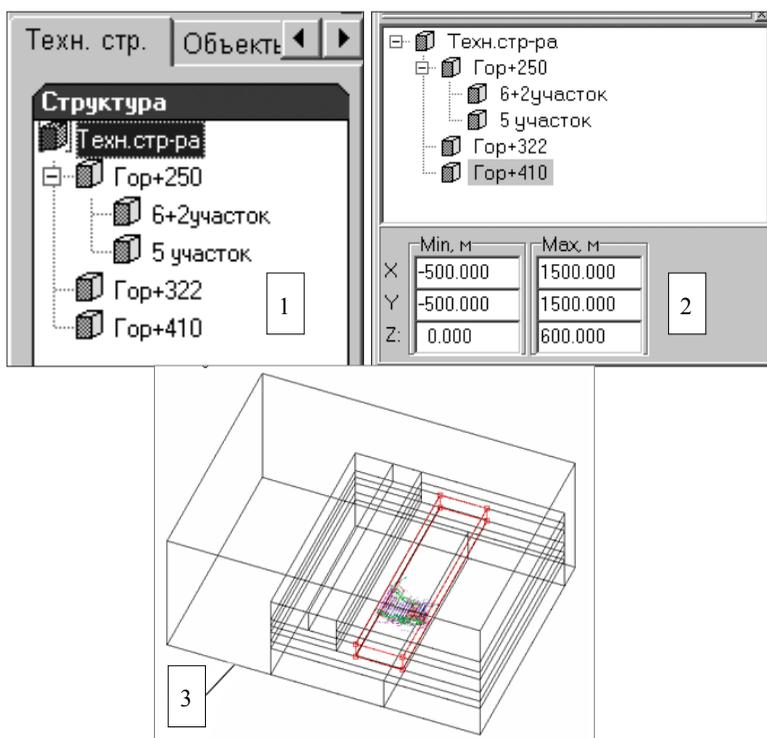

Рис. 10.1 Технологическая структура
Технологическая структура – форма разбиения области моделирования на отдельные подобласти (элементы), вложенные друг в друга. Все элементы технологической структуры представляют собой 3-мерные объекты в форме прямоугольных параллелепипедов (рис. 10.1). Технологическая структура имеет форму «дерева», где самым верхним элементом является **Область моделирования**. Все прочие элементы являются вложенными с иерархической структурой подчинения.
Вызов команды **Технологическая структура** сопровождается появлением в области **Менеджера объектов** «дерева» технологической структуры и в основном окне (рис. 10.1) – прямоугольных областей, связанных с соответствующим элементом структуры. Текущий элемент структуры выделяется цветом. Выбор текущего элемента осуществляется с использованием «дерева». Управление «деревом» осуществляется стандартным для Windows способом (курсор, ЛКМ, клавиши клавиатуры ←, →, ↑, ↓).
При выборе элемента **Технологической структуры** (рис. 10.1 (1)) из БД загружаются только те модели объектов, которые с ним связаны. По умолчанию связанными с элементом объектами являются те, которые хотя бы частично попали в его область.